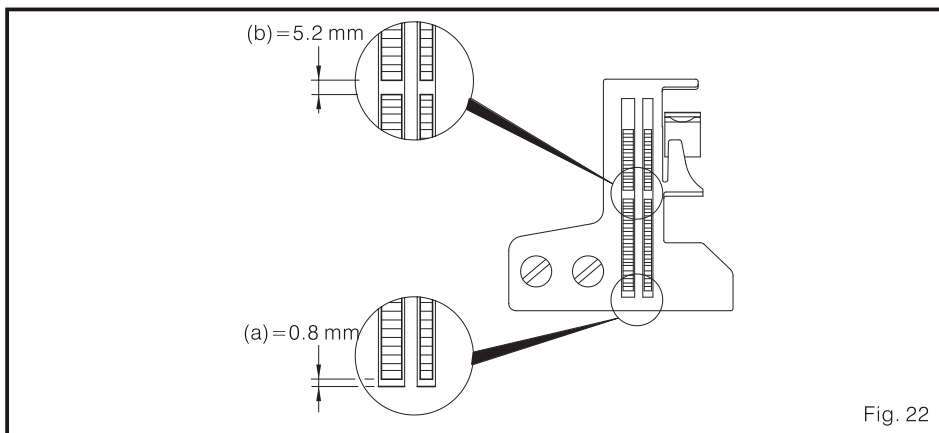

Fig. 22
- (1) Ajustar o longo do ponto de forma que seja o mais longo possível, deste modo a área (a) do encaixe da barra do transportador denteado diferencial deve ser de 0.8 mm. (Fig. 22)
- (2) Quando o transportador denteado principal fique no ponto, mas perto ao transportador denteado diferencial, o espaço (b) entre eles deve ser de 5.2 mm.